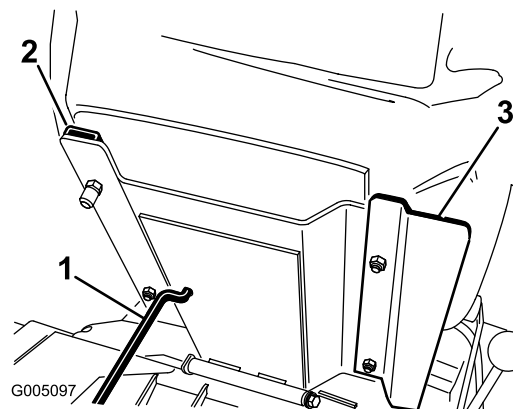
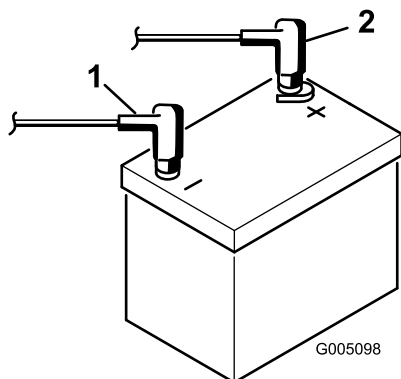

Figure 5
Figure 6
(5/16") (Fig. 6) fournis avec les pièces séparées. Montez le panneau de siège du côté droit, en le positionnant comme illustré à la Figure 5.
2. Branchez le câble de batterie positif (rouge) entre le solénoïde de démarreur et la borne positive (+) de la batterie (Figure 6). Serrez-le avec une clé et enduisez la borne de vaseline. Vérifiez que, lorsque le siège est en position extrême arrière, il n'est pas en contact avec le câble car il risquerait de l'user ou de l'endommager.